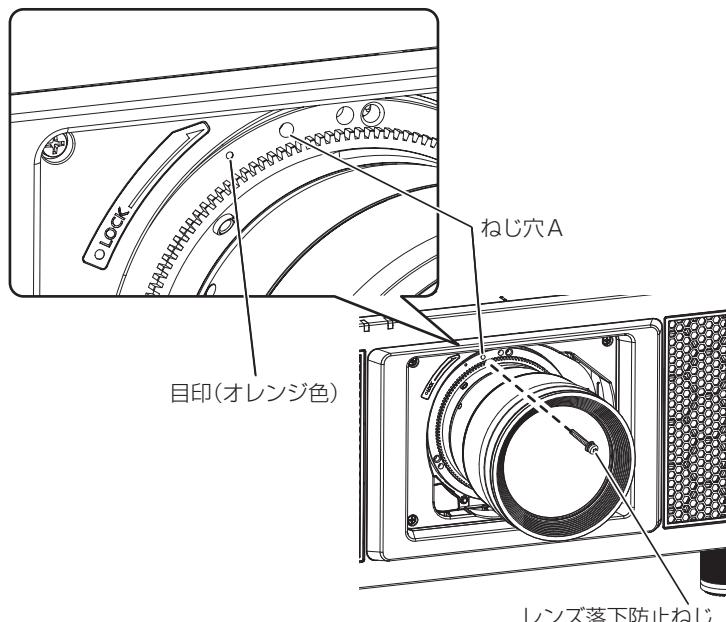

図2
- 2) 付属のレンズ落下防止ねじで、投写レンズを固定する（図2）